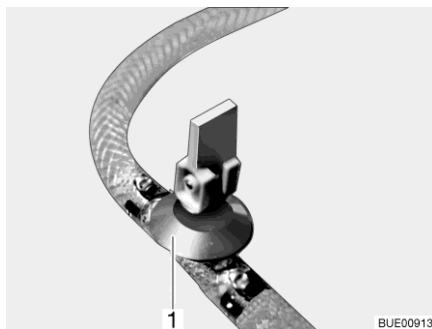
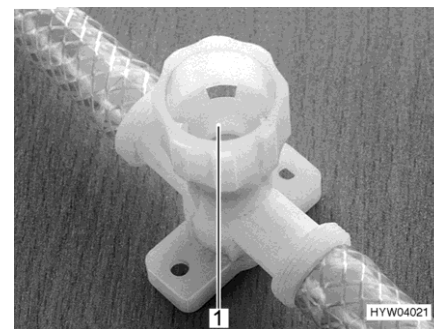

Fig. 187 Robinet de vidange (avec levier à bascule)
Fig. 188 Robinet de vidange (avec capuchon tournant)
- Ouvrir tous les robinets de vidange. Placer pour ce faire le levier à bascule (Fig. 187,1) à la verticale ou faire tourner le capuchon du robinet de vidange (Fig. 188,1) dans le sens inverse des aiguilles d'une montre.